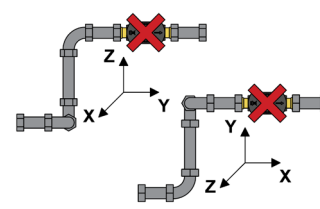

Fig.4
4. Ne positionnez pas le débitmètre immédiatement en succession d'une double courbe orientée sur deux plans différents (Fig.4).